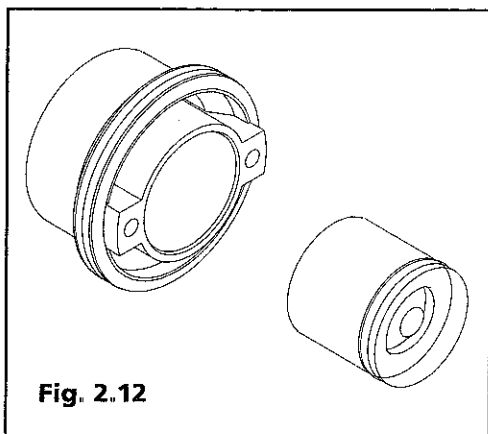

Fig. 2.12
1) By-pass automatico circuito riscaldamento (Fig. 2.12): è composto dalla valvola by-pass (simile alla valvola di ritegno utilizzata all'ingresso del circuito primario dello scambiatore secondario) e dal